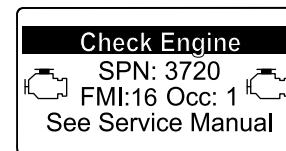

Figura 50
- Advertencia del motor SPN 3720, FMI 16 (Figura 50)